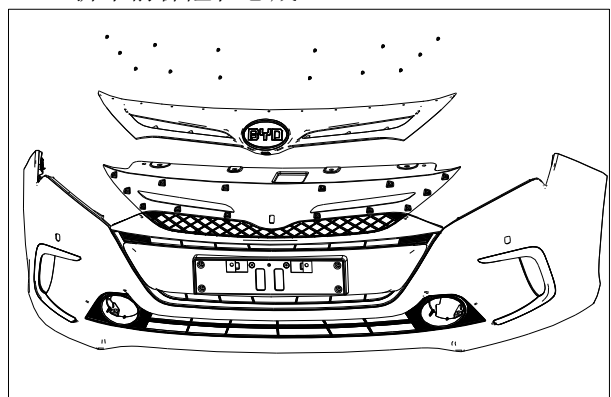

图 1.1.5 前格栅的拆卸
- (1) 拆掉高配前格栅中全景摄像头的接线头。
- (2) 拆下安装在前保险杠网格和前格栅上的 14 个自攻螺钉,如图 1.1.5 所示;取下前格栅。